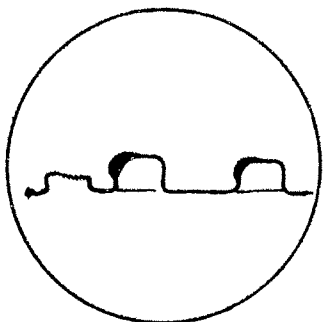

Fig 13.
37. Ställ in TRIGGERING LEVEL så att trigningsgränsen uppnås. Kontrollera detta genom att iakttaga pulsen på kontakt E, eller huvudsändarens puls i mottagarens utgång. Se fig 13.